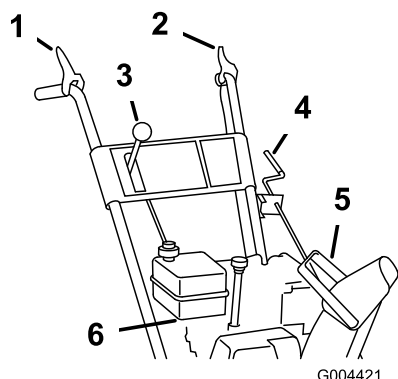

Figure 13
- Sélectionnez la troisième vitesse (Figure 13).